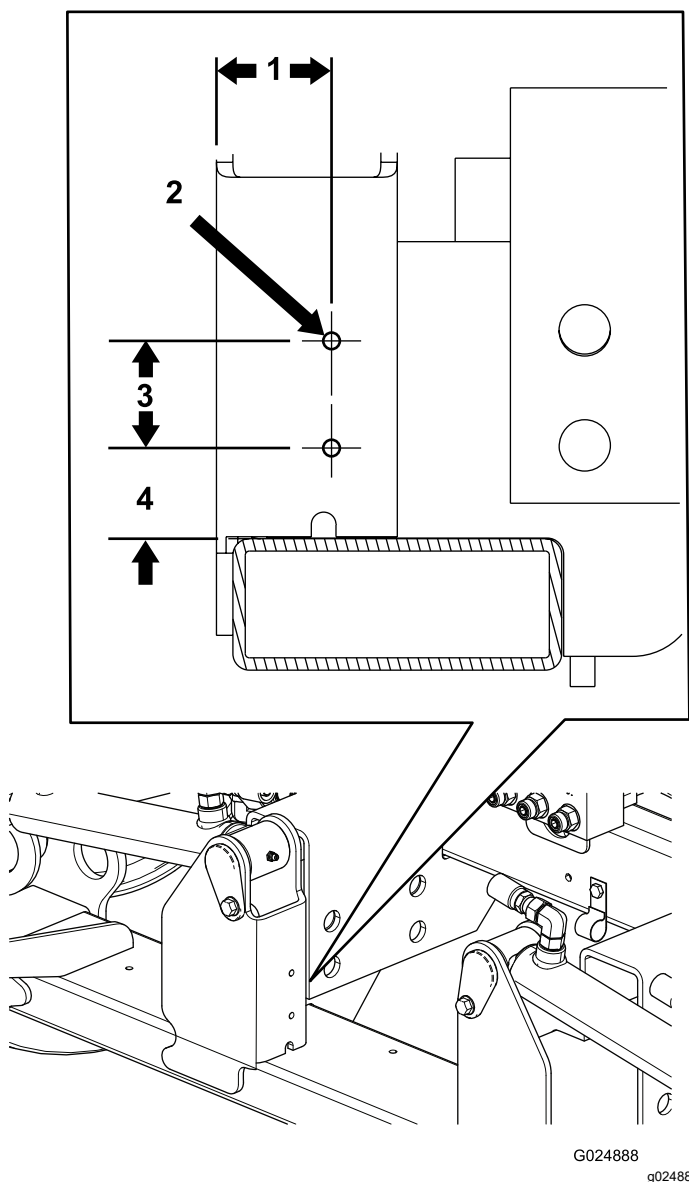

Figura 5
1. Usando las dimensiones indicadas en la Figura 5, localice, marque y perfore 2 taladros de 5,6134 mm o 5,7912 mm (Broca N° 1 o N° 2) en el tubo del bastidor de la unidad de tracción del brazo de elevación n° 5. Perfore solo una de las paredes del tubo.